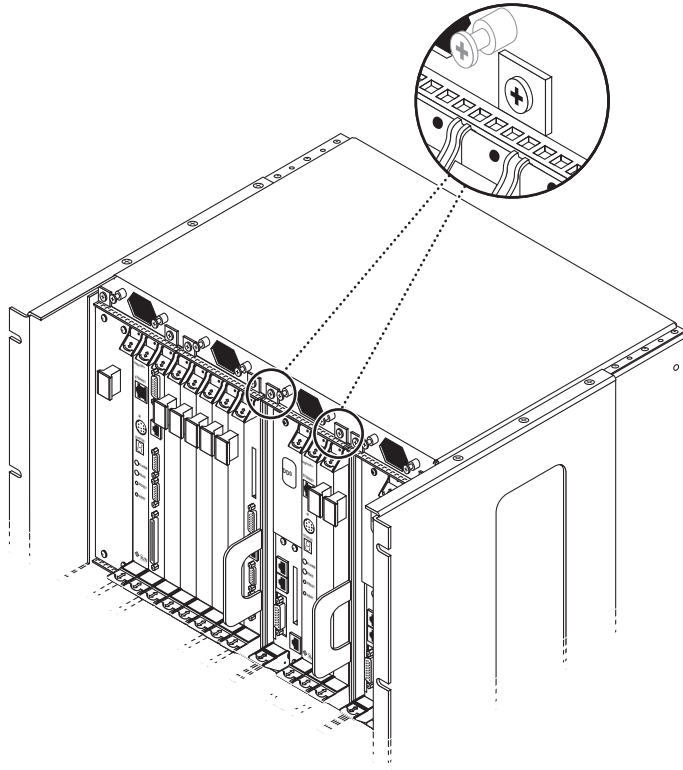

FIGURE 3-8 Serrage des vis placées en haut d'un serveur Netra ct 400
- Si vous installez un serveur Netra ct 400, serrez les *deux* vis imperdables noires placées en haut du serveur (FIGURE 3-8).